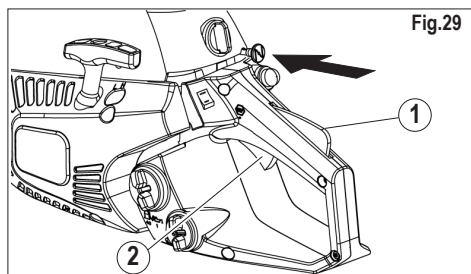

Fig.29
6) Presionar a fondo el pomo del aire (fig.29), de esta manera permanece inserido “el AVANCE DEL ACELERADOR”.
8) Presionar con la palma de la mano la palanca de bloqueo del acelerador (fig.29 part.1) y a continuación presionar la palanca acelerador (fig.29 part.2); de esta manera “EL AVANCE DEL ACELERADOR” se desactiva, la velocidad del motor desciende hasta el régimen mínimo.